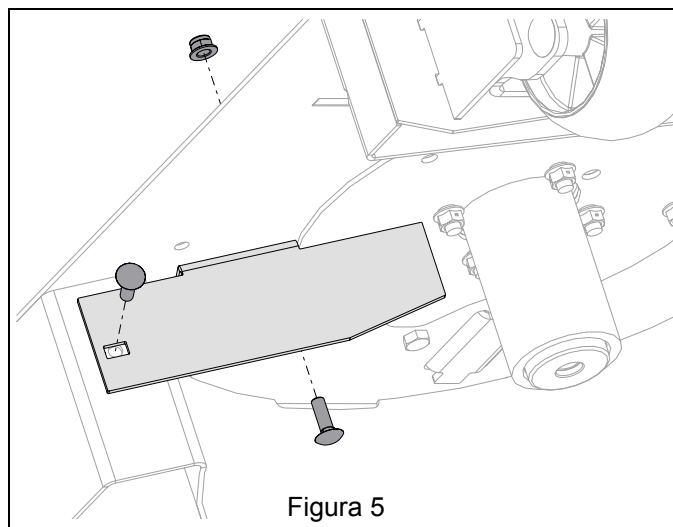

Figura 5
7. Quite la tornillería que sujeta el deflector de descarga y desmóntelo. Guarde todas las piezas para trabajar sin el juego para empajado. Consulte Figura 5.